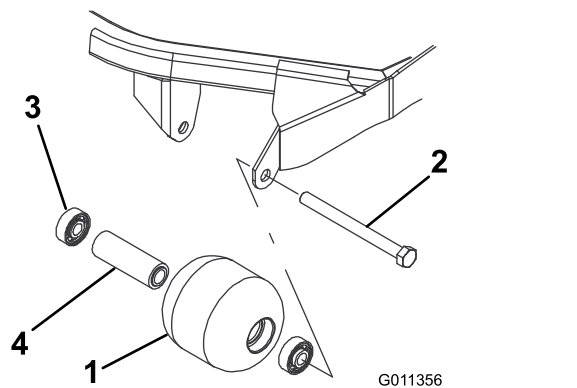

Рисунок 88
1. Снимите болт крепления валика (Рисунок 88).
4. Осмотрите корпус, подшипники и распорную втулку подшипника валика на наличие повреждений (Рисунок 88). Замените поврежденные компоненты и соберите узел.
1. Запрессуйте передний подшипник в корпус валика (Рисунок 88). Прикладывайте усилие только к наружному кольцу или одинаковое усилие к внутреннему и наружному кольцам.
2. Вставьте втулку подшипника (Рисунок 88).
3. Запрессуйте второй подшипник в корпус валика (Рисунок 88), нажимая с одинаковым усилием на внутреннее и наружное кольца до тех пор, пока внутреннее кольцо не войдет в контакт с втулкой.